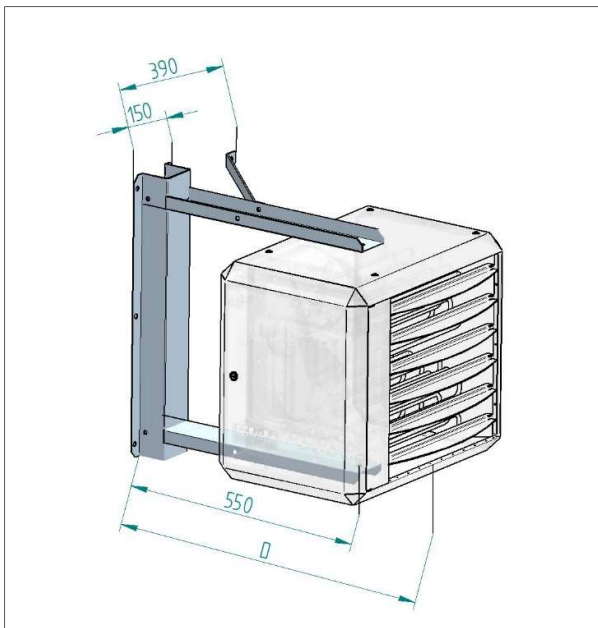

Figuur 2 - Minimale vrije ruimte rondom de luchtverwarmer
- Houd voldoende afstand tussen het toestel en eventuele obstructies. Dit is zowel om veiligheidsredenen als om toegang mogelijk te maken voor service en onderhoud (figuur 2).